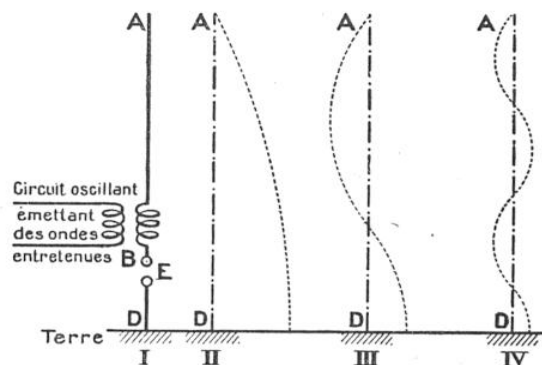

FIG. 5. — COMMENT FONCTIONNE UNE ANTENNE
Faisons alors parvenir ce courant ondulé dans un circuit oscillant, émettant des ondes entretenues (fig. 5, I) : grâce au transformateur sans fer *B* (1), on transmet par induction les variations du courant de ce premier circuit à un second, constitué de la manière suivante : un fil vertical *A* dont l'extrémité supérieure est isolée et dont l'autre extrémité est réunie à l'un des pôles d'un éclateur *E*. L'autre pôle est réuni à la Terre par un fil. L'ensemble constitué par le fil et le sol se comportera comme notre circuit précédent : c'est une *antenne*.
Au point *A*, qui est isolé, l'intensité du courant est nécessairement nulle, tandis qu'en *B*, réuni au sol, l'intensité sera maximum (fig. 5, II). Il s'établit donc le long du fil un système d'ondes stationnaires ; la théorie et l'expérience montrent que la longueur du fil est égale au quart de la longueur d'onde émise. On dit que *l'antenne vibre en quart d'onde*. Il s'établit aussi des « oscillations harmoniques » de fréquences trois, cinq, sept fois plus grandes, mais d'amplitudes beaucoup plus faibles (fig. 5, III, IV). D'ailleurs, il est possible de diminuer la longueur d'onde émise par l'antenne en intercalant à sa base un condensateur